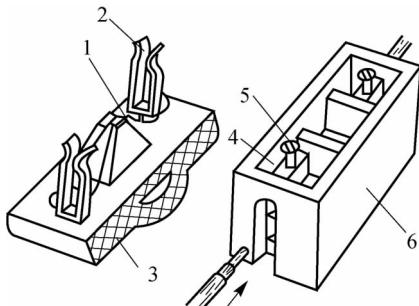

图 2-4 插入式熔断器的外形结构
(1)插入式熔断器。插入式熔断器的瓷座可以固定在电气控制板上,两端固定着接线螺钉和插接静触头,中间为空腔凹槽。瓷盖中含有熔丝固定螺钉,中间有一突起部分(熔丝线槽),突起部分与瓷座的空腔凹槽相互吻合并共同形成灭弧室,容量较大的熔断器在空腔中还垫有熄弧用的石棉编织带。插入式熔断器的外形结构如图 2-4 所示。使用时电源线与负载线分别接于瓷座的接线座上,瓷盖上装有熔丝,将瓷盖插入瓷座上,依靠熔丝将线路接通。目前在低压(380 V 及以下)配电线路末端作为电力、照明负荷的短路保护。由于受灭弧效果的限制,插入式熔断器不适合用在较大的负载中,一般只用于 100 A 以下的电路中。